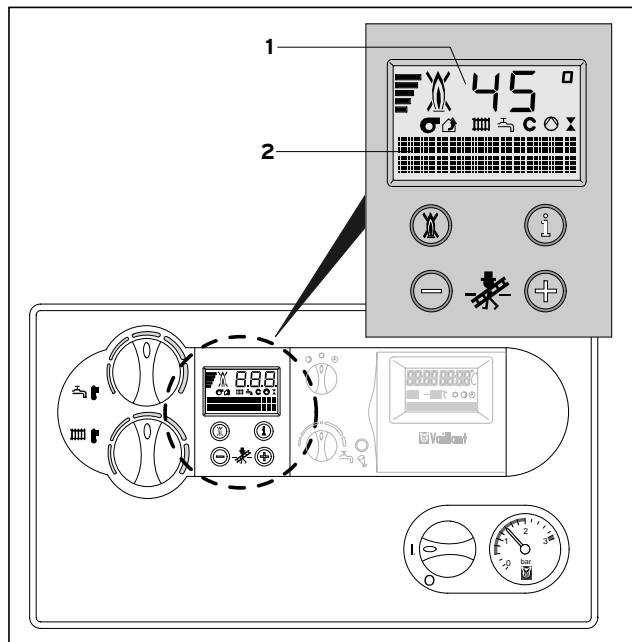
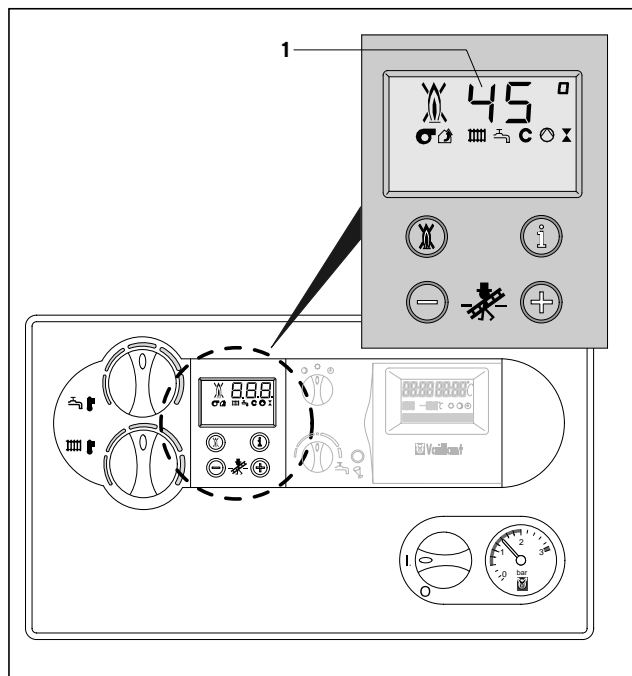

Рис. 3.2 Дисплей системы DIA, ecoTEC exclusiv
Рис. 3.3 Дисплей системы DIA, ecoTEC classic
На дисплее системы DIA (ecoTEC exclusiv: Рис. 3.2, ecoTEC classic Рис.3.3) в обычном режиме работы аппарата отображается текущая температура в подающей линии системы отопления (в примере 45°C). В случае появления неисправности показание температуры заменяется соответствующим кодом неисправности.
3.2.1 Открыть запорные устройства (рис. 3.3)
- Откройте газовый запорный кран (1) нажав и повернув ручку вентиля против часовой стрелки до упора.